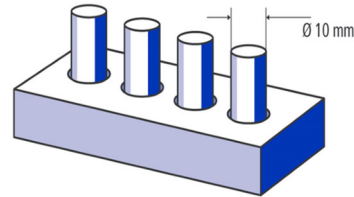

Figura 2
- b) Tomar con ambas manos una caja que se desliza por una cinta transportadora (distancia de la posición aproximada de la caja a las manos 53cm) (figura 1), trasladarla por un espacio de 20cm y colocarla en un orificio con un huelgo de 1mm por lado (figura 2). La caja pesa 3kg.